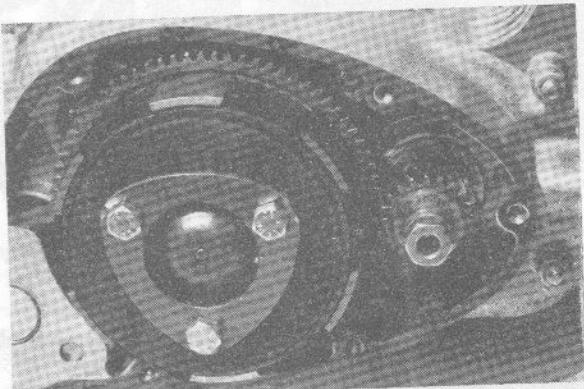

Fig. 15
- Met 21 tanden van de krukas losnemen. Moer M10 x 1 (let op, linkse draad) voor de helft losdraaien om de draad op de kruktap door gebruik van de drukbout van de klauwatrekker niet te beschadigen (fig. 15).